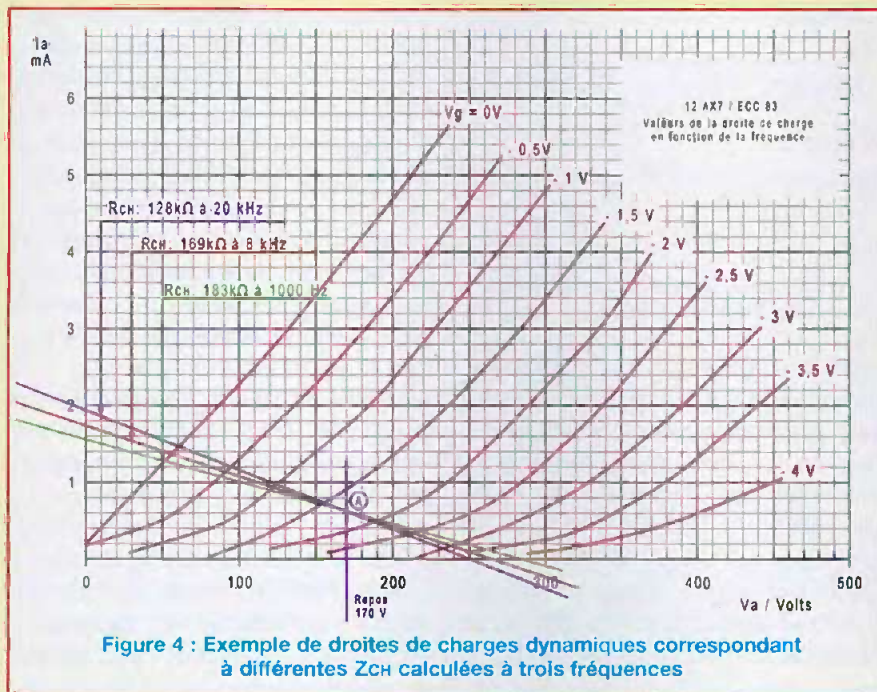

Figure 4 : Exemple de droites de charges dynamiques correspondant à différentes Z_{CH} calculées à trois fréquences
À titre indicatif, la valeur de X_C de notre montage à 20 kHz est de 181,77 kΩ. Quant à la charge, elle devient, à 20 kHz, pratiquement égale à 128 kΩ. Nous avons reporté sur la figure 4 cette nouvelle charge. Le déséquilibre entre l'excursion positive et négative est encore plus important, le taux de distorsion est donc très important.
Et c'est cela qu'il faut bien comprendre. Tout se passe comme si, en fonction de la fréquence, la charge dynamique pivotait autour du point de repos (A) en fonction de la fréquence (figure 4). Comprenez-vous, maintenant, pourquoi le taux de distorsion augmente et le gain diminue en fonction de la fréquence ?
Si vous reportez, sur le réseau de caractéristiques, $I_a = f(V_a)$ à $V_g =$ constante de la 12AX7/ECC83, une série de droites de charges dynamiques correspondant aux Z_{CH} calculées à différentes fréquences et que vous mesurez, pour chacune d'elles, l'excursion du signal autour du point de repos (A), vous constaterez deux choses bien distinctes (figure 4) :